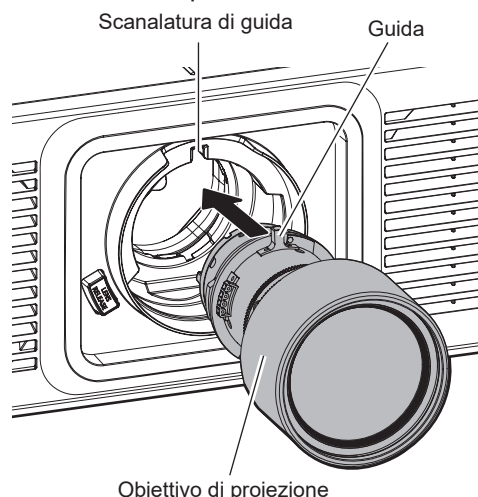

Fig. 2
2) Allineare la guida dell'obiettivo di proiezione alla scanalatura di guida del proiettore e inserirla fino in fondo. (Fig. 2)